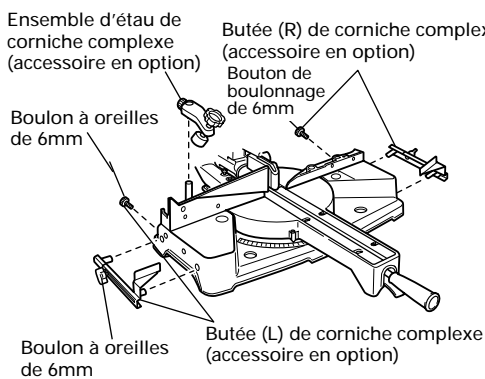

Fig. 44
(1) Les butées (L) et (R) de corniche complexe permettent des coupes plus faciles de corniches complexes sans inclinaison de la lame de scie. Les installer sur la base, de chaque côté, comme le montre la Fig. 44. Après les avoir introduits, serrer les boutons de boulonnage de 6mm sur les butées de corniche complexe.